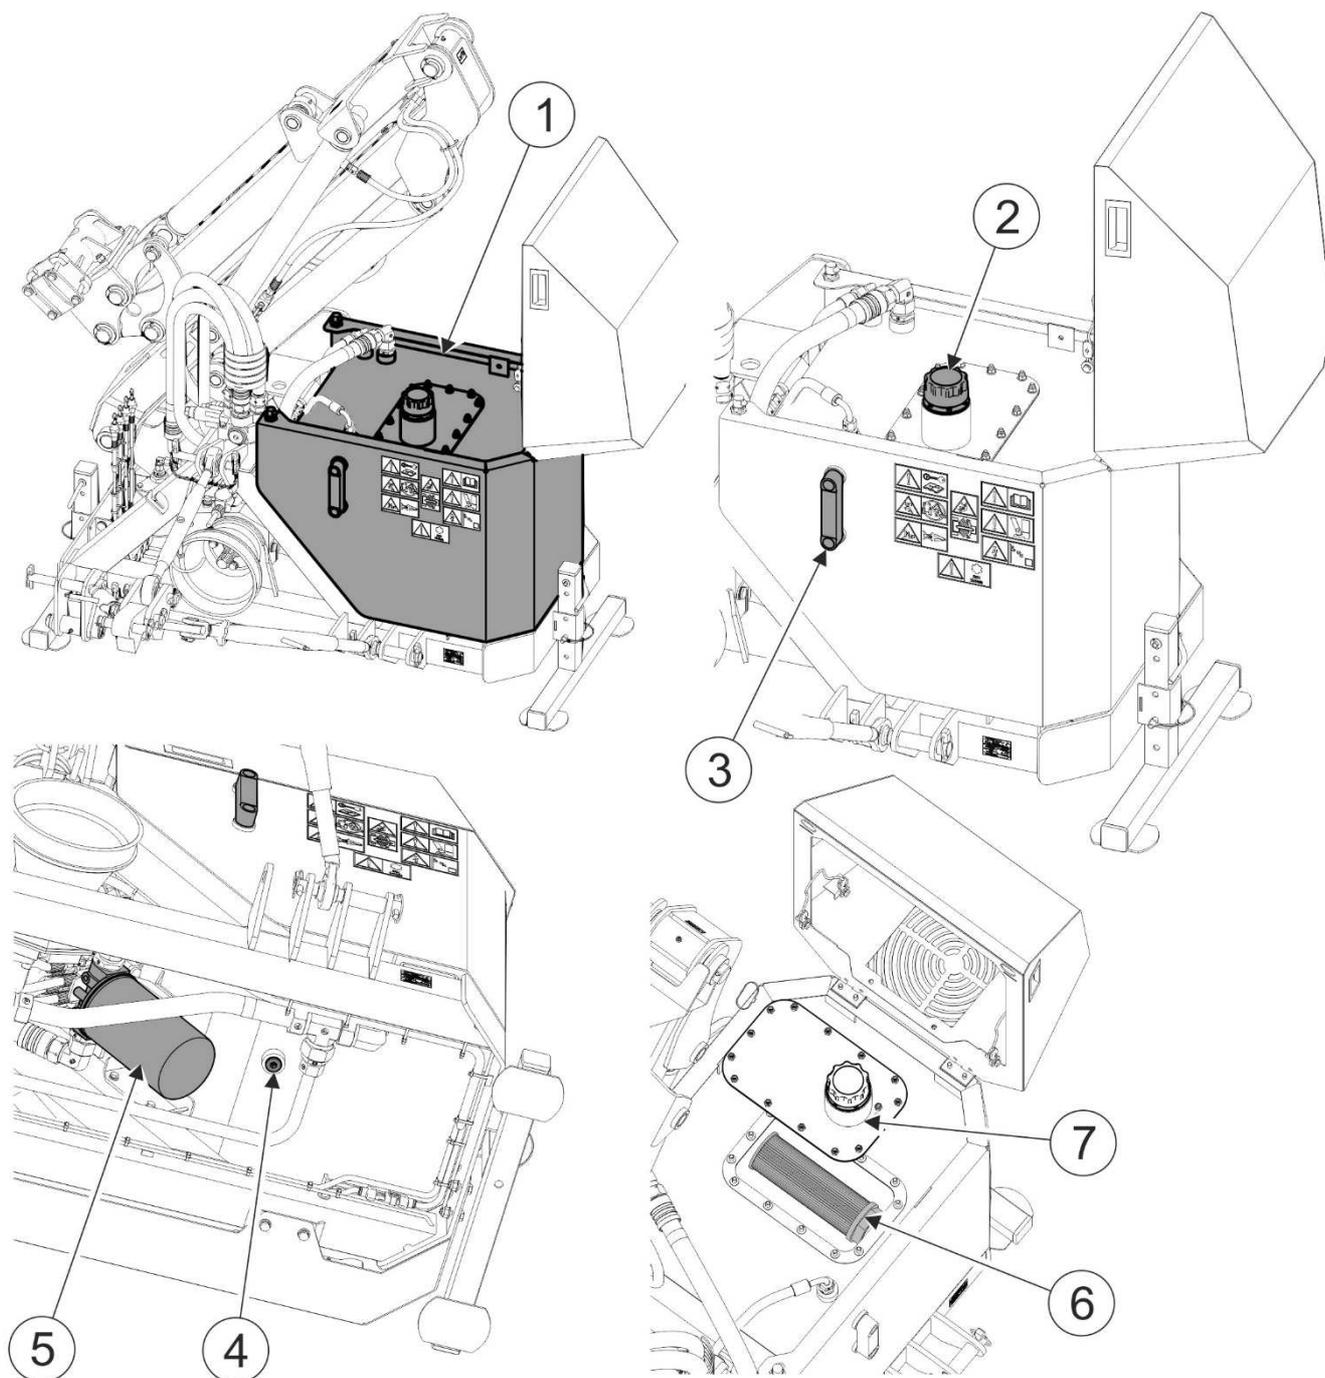

РИСУНОК 5.1 Маслобак
Маслобак (1) (РИСУНОК 5.1) вмещает 130 л гидравлического масла типа HL46. Необходимо ежедневно контролировать герметичность сварных соединений в маслобаке и места подсоединения гидравлических проводов к маслобаку.